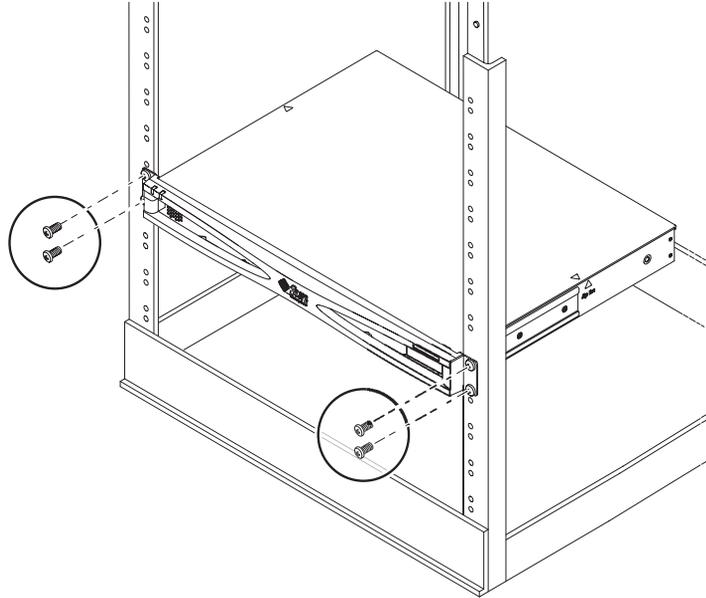

FIGURE 2-1 Montage du serveur dans un châssis standard de 19 pouces
1. Placez le serveur Netra X1 dans le châssis et serrez les vis (voir la FIGURE 2-1).